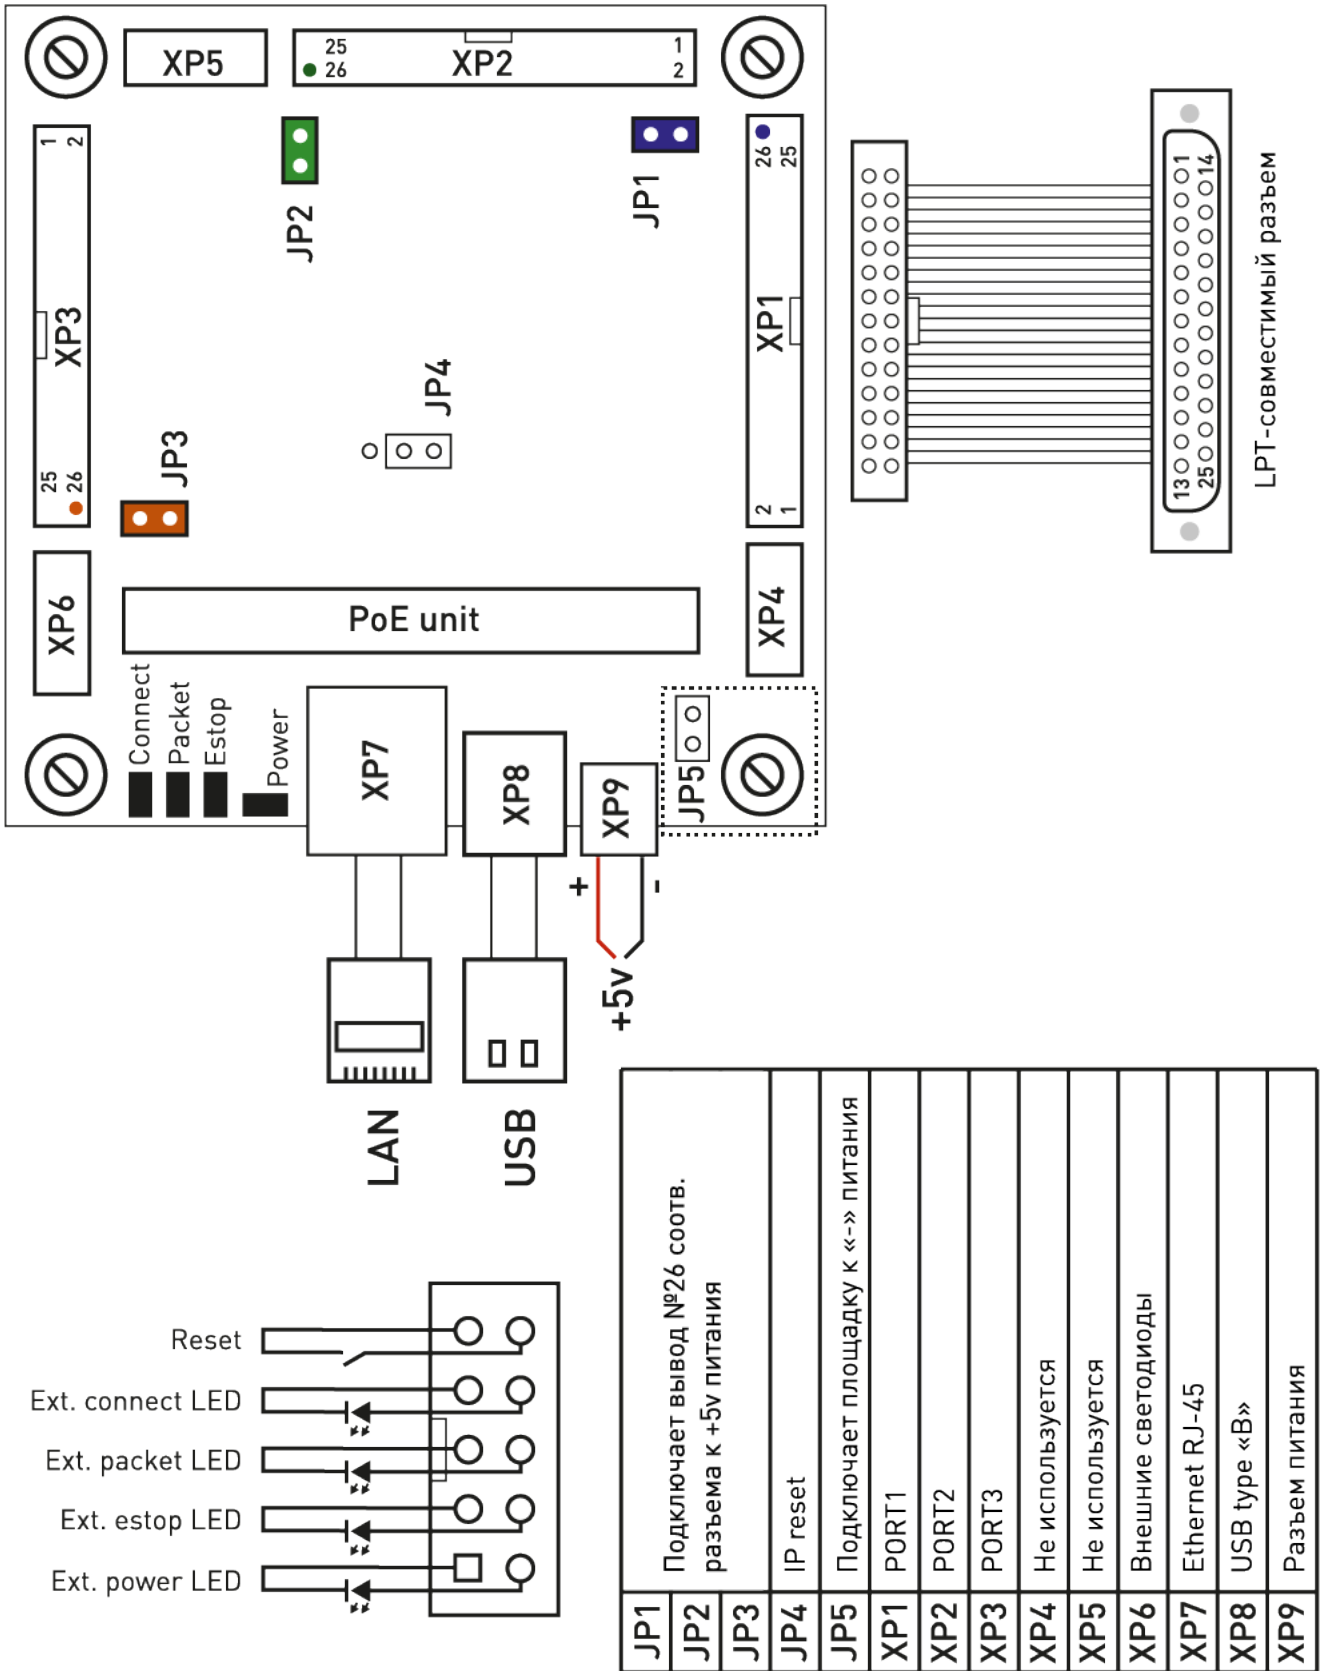

Рис. 2. Схема подключения
- Разъем XP7 (Рис. 2) предназначен для подключения PLCM-E3 к локальной сети Ethernet. Подключение рекомендуется производить кабелем категории 5 или выше. Допускается применение патч-кордов с прямым и перекрестным типом обжима. Возможно прямое подключение к ПК без использования коммутатора.
- Разъем XP6 (Рис. 2) позволяет подключить дублирующие светодиоды для индикации состояния контроллера, например, в случае его установки в какой-либо корпус. Вывод Reset может быть использован для аппаратного сброса контроллера. Для этого необходимо замкнуть выводы 1 и 2 данного разъема.